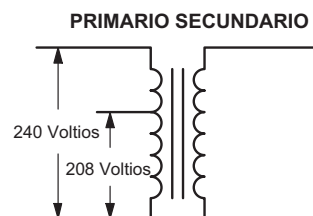

FIGURA 20. Conversión de la unidad de 240 VCA a 208 VCA
- 2 - Deslice el panel de control en la ranura del panel de montaje de calefacción eléctrica (FIGURA 19). Con los tornillos que se quitaron en el paso 1, fije el panel de control al panel del extremo como se muestra en la FIGURA 20.